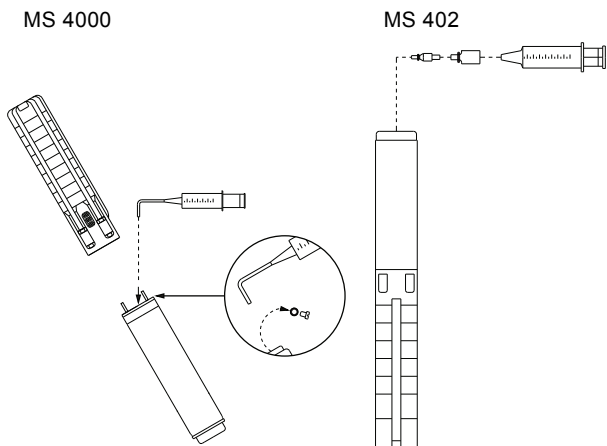

Рис. 2 Положение двигателя при заполнении – MS 4000 и MS 402
1. Расположить погружной насос, как показано на рис. 2. Служащая для заполнения жидкостью полая шпилька должна находиться в наивысшей точке электродвигателя.
3. С помощью заправочного шприца заливать в электродвигатель жидкость, рис. 2, пока она не начнёт вытекать через заливочное отверстие.